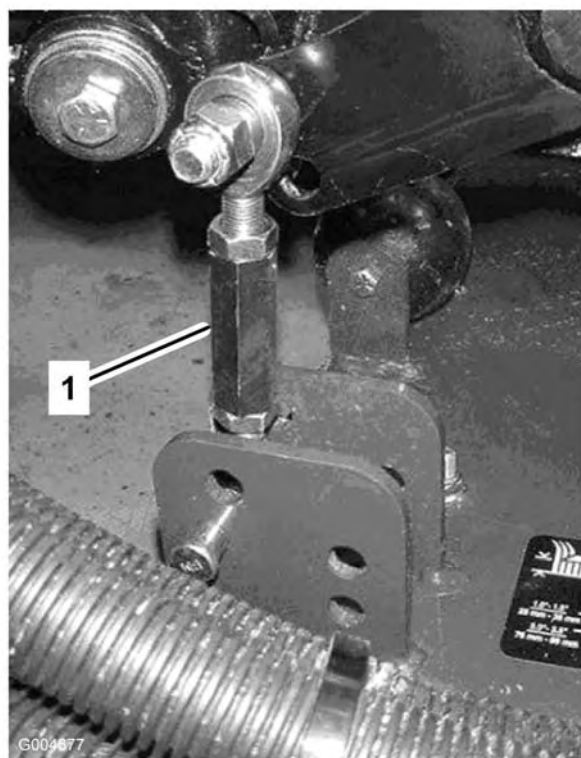
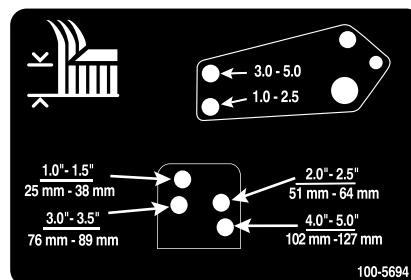

Figura 22
Figura 23
8. Togliete le coppiglie ed i perni con testa che fissano le connessioni dell'ammortizzatore alle staffe dell'apparato di taglio (Figura 22). Allineate i fori dei tiranti di smorzamento con i fori della staffa per l'altezza di taglio desiderata sul telaio dell'apparato di taglio (Figura 23), inserite i perni con testa e montate le coppiglie.